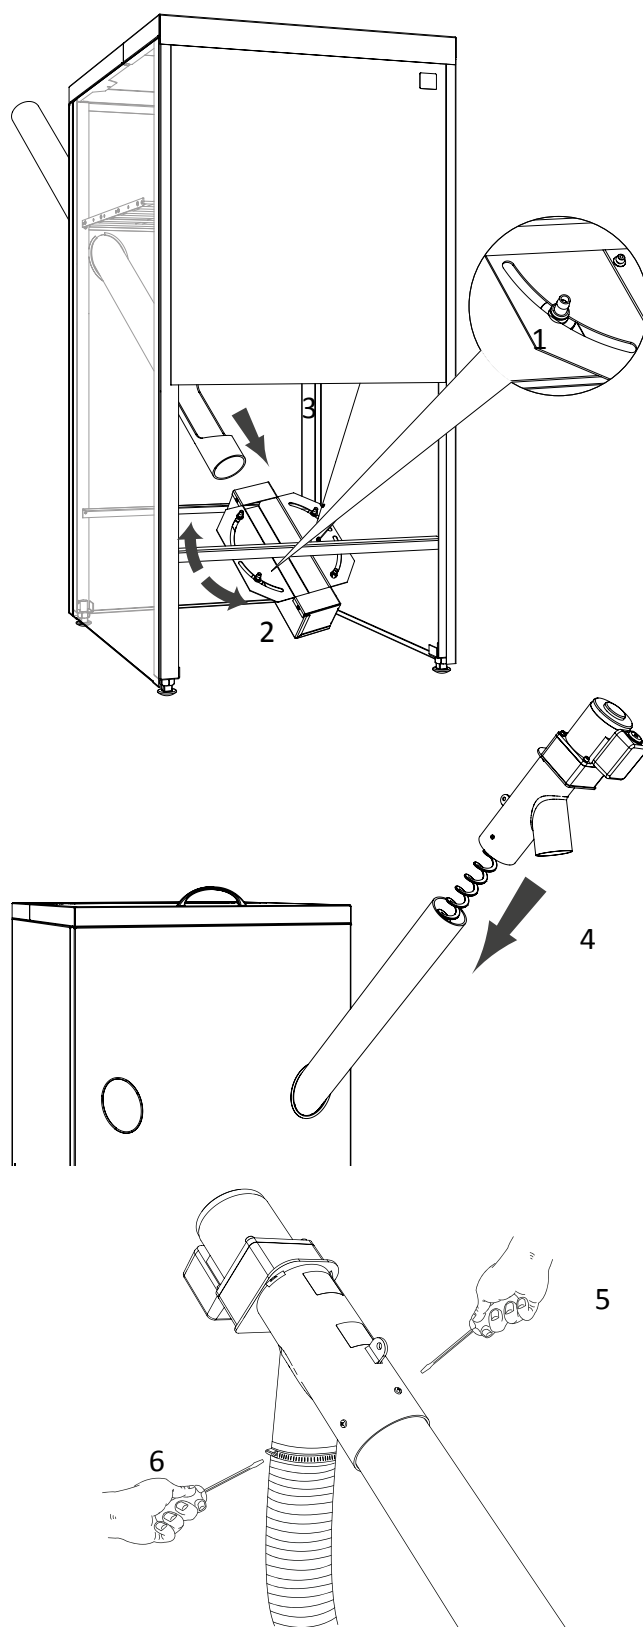

Bild 8 Montage des Sets
2. Die Schrauben des drehbaren Griffes lockern (Bild 8 Pos.1) und ihn maximal nach links oder rechts drehen - je nach Lage des Fördergerätes (Bild 8 Pos. 2).
3. In die gewählte Öffnung im Pelletbehältergehäuse das Förderrohr bis zum Anschlag schieben (Bild 8 Pos. 3) (um es genau einzustellen) und die Schrauben des drehbaren Griffes festziehen.
1. Die Förderschnecke in das Förderrohr einschieben (Bild 8 Pos. 4).
3. Das Wellrohr mit Schlauchschellen an dem Auslaufrohr des Fördergerätes und dem Füllrohr des Brenners befestigen (Bild 8 Pos. 6).
5. Nach der Bestimmung des optimalen Neigungswinkels des Verbindungsstückes, soll man mit Hilfe des beigefügten Bohrers, Löcher im Förderrohr drehen (durch die Löcher im Auslaufrohr) und Sie mit Hilfe der beigefügten Schrauben befestigen (Bild 8 Pos. 5).